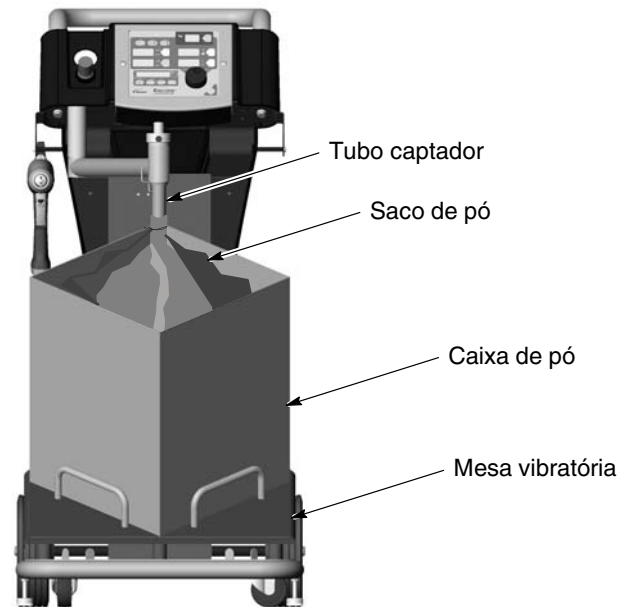

Figura 4-2 Arranque da caixa de pó
2. Consulte a figura 4-2. Coloque uma caixa de pó na mesa vibratória.